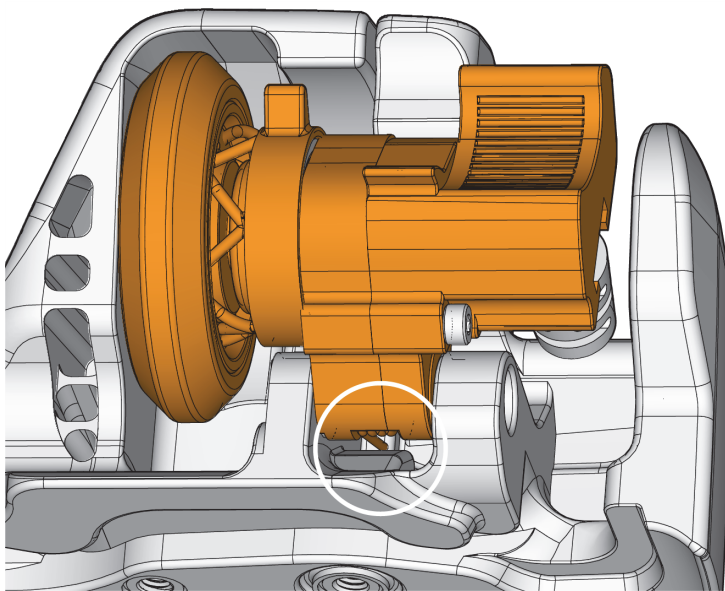

图 5-14 放置弹簧的位置
4. 要重新安装步进编码器总成，需核查弹簧在外壳壁上的位置，并在插入总成时压缩弹簧（参见第80页的图 5-14）。